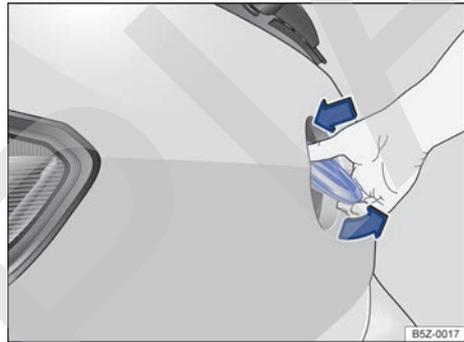

Fig. 31 Abrir la tapa trasera desde afuera.
- Presione con el pulgar sobre la parte superior del emblema Volkswagen  **fig. 31** y tírelo hacia afuera desde abajo. Agarre el emblema por la parte inferior y abra la tapa trasera.